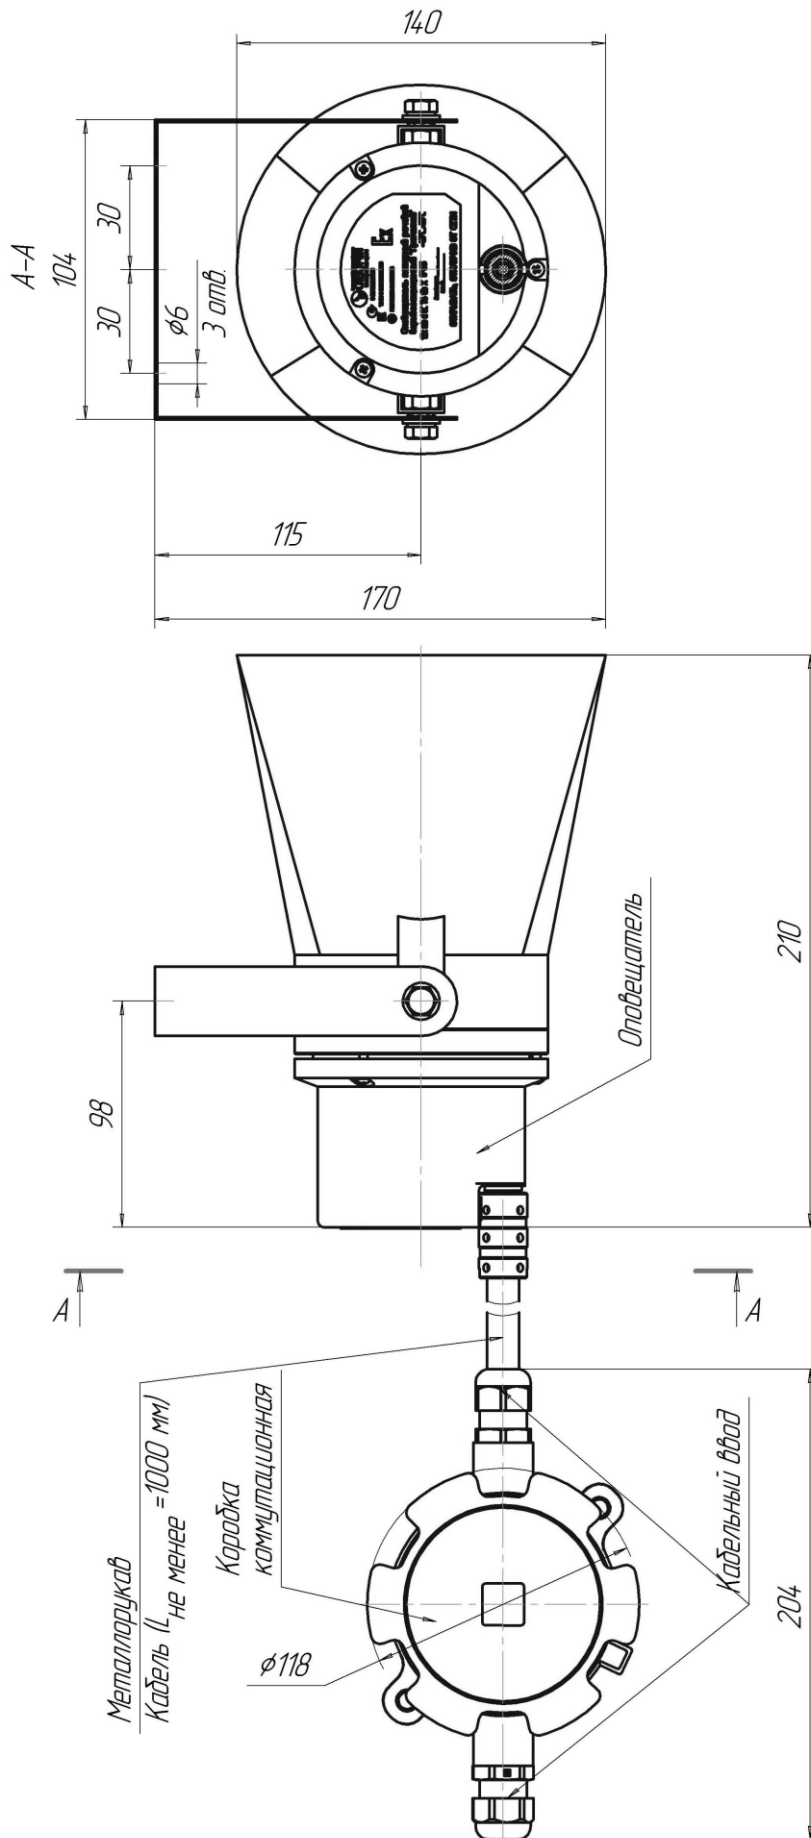

Рисунок 1 – Габаритные размеры оповещателя «Прометей-ГВР-Ехм-10», «Прометей-РЗОР-Ехм-10»
- определить место установки и разметить место крепления, рисунок 1 в соответствии с утвержденным в установленном порядке проектом размещения;